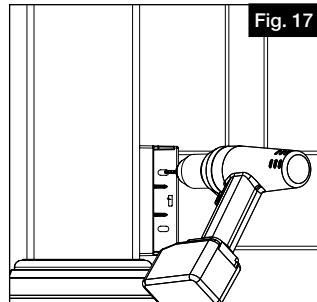

Fig. 17
- Pour chaque support installé, percer un avant-trou au centre de chaque trou allongé au moyen d'un foret de  $\frac{1}{8}$  po (3,2 mm) (Fig. 17).